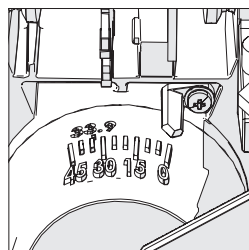

Abb. 8
- Stellen Sie sicher, dass der Schneidkopf aufrecht gegen seinen Anschlag steht und dass der Schrägzeiger 0° auf der Skala anzeigt. (**Abb. 8**)